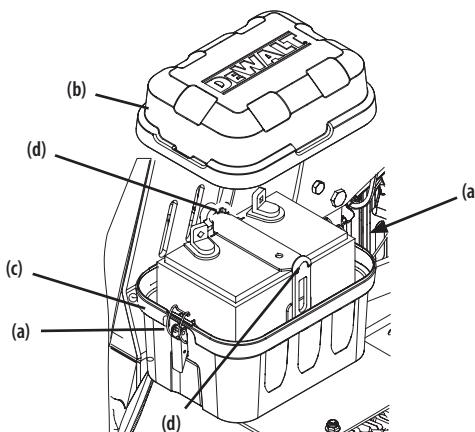

Figura 20
1. Suelte las dos trabas (a) que sujetan la tapa de la batería (b) a la caja de la batería (c) y quite la tapa de la caja de la batería. Consulte la Figura 20.